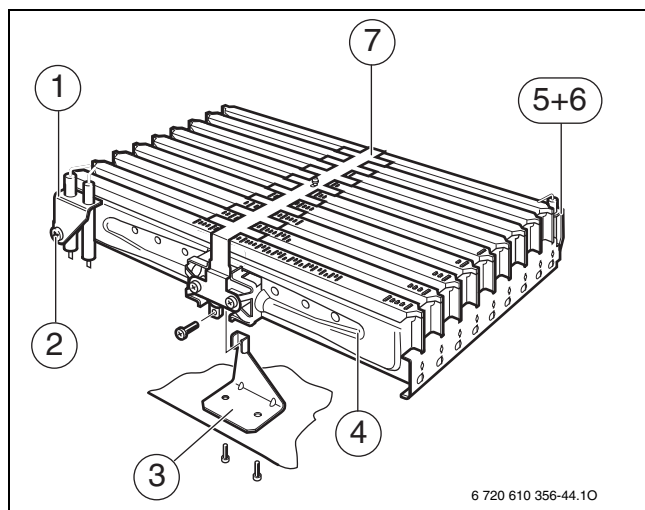

Fig. 47 Blocco bruciatore
- Scollegare con prudenza il giunto ad innesto sugli elettrodi di accensione (→ fig. 47).
- Sfilare con cautela la spina dall'elettrodo di controllo fiamma (5).
- Svitare il supporto bruciatore (3).
- Svitare il controdado sotto il bruciatore e rimuovere con cautela il gruppo bruciatore (4).